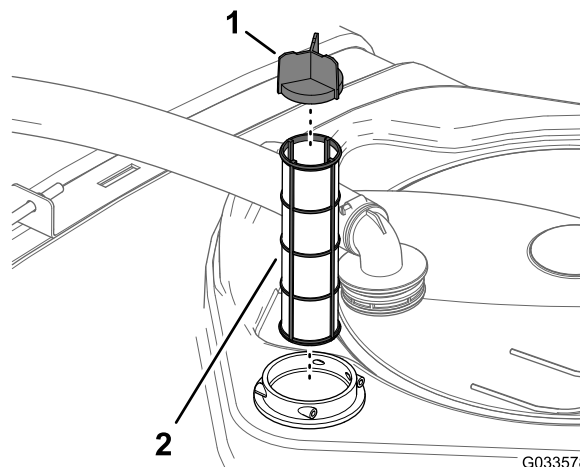

Figura 56
4. Retire el filtro de aspiración usado del alojamiento del filtro del depósito (Figura 56).